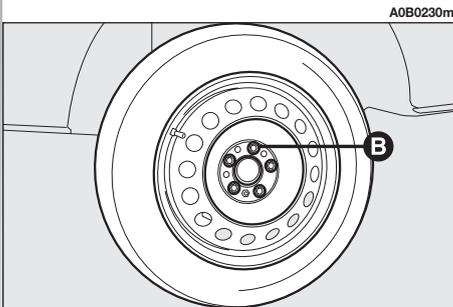

Abb. 4
- Die Befestigungsbolzen (**B**, **Abb. 4**) um etwa eine Drehung lockern.
- Die Radbolzen (**B**, **Abb. 4**) vollkommen losdrehen und das Rad abnehmen.